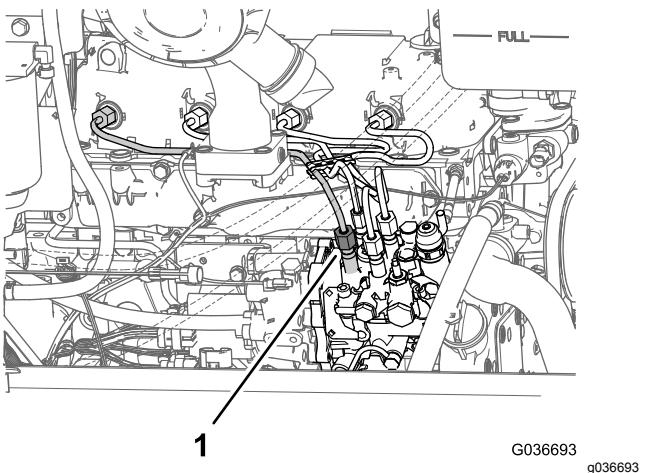

Рисунок 74
1. Ослабьте натяжение гайки трубы, идущей к топливному инжектору цилиндра № 1, на насосе для впрыска топлива (Рисунок 74).